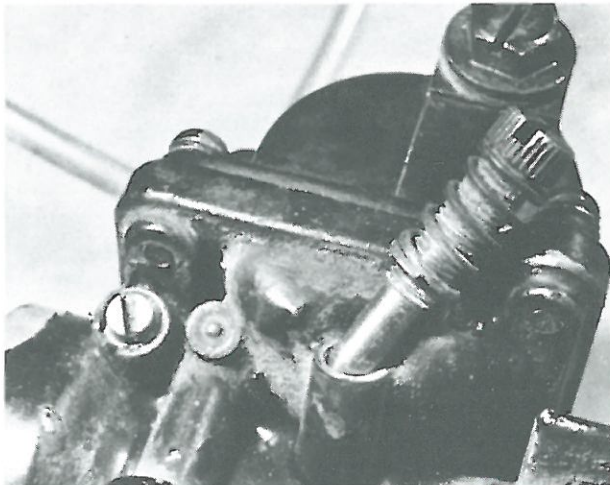

Bild 148
- Um einen gleichmässigen Leerlauf zu erzielen, sollte man Leerlaufschraube und Gasschieberanschlag gemeinsam abstimmen. Die Leerlaufdrehzahl bei normalen Aussentemperaturen sollte zwischen 1200 und 1500 Umdrehungen je Minute liegen. Zunächst Leerlaufschraube gemäss den Angaben am Anfang dieses Kapitels je nach Modell zwischen  $1\frac{1}{2}$  und 2 Umdrehungen vom Anschlag aus nach links herausdrehen. Dann die Anschlagsschraube des Gasschiebers (Bild 148) bei laufendem Motor so einstellen, dass der niedrigste noch «runde» Leerlauf erreicht wird. Nun kann die Leerlaufschraube innerhalb eines Bereichs von etwa einer halben Umdrehung hinein- oder herausgeschraubt werden bis zur optimalen Stellung, wo der Leerlauf am ruhigsten und regelmässigsten wird.